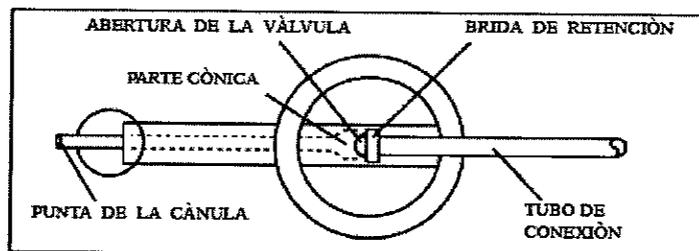

Figura 8
1. Introduzca suavemente la cánula del tubo de llenado en la válvula introduciendo la abertura pequeña en el centro de la válvula (véase la figura 8). La válvula se lubrica con una pequeña cantidad de lubricante de silicona para ayudar a la inserción de la cánula.